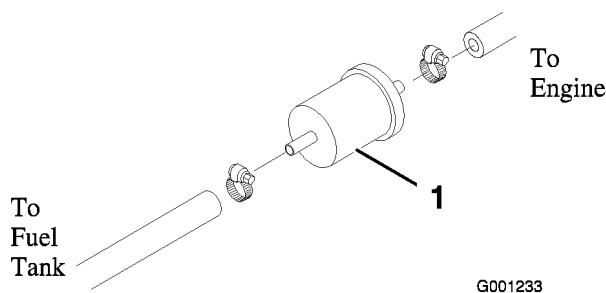

Figura 51
Cambie el prefiltro de combustible (Figura 51), situado entre el depósito de combustible y la bomba de combustible, cada 400 horas de operación o cada año, lo que ocurra primero.
1. Bloquee los dos tubos de combustible que se conectan al filtro de manera que no pueda escaparse el combustible cuando se desconecten los tubos (Figura 51).